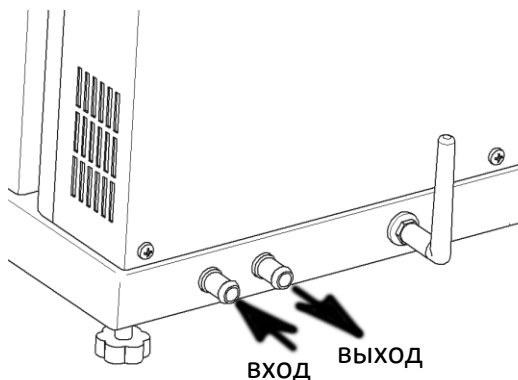

Рисунок 9 - Подключение хладагента
- 4.4.4.2 Подключить к аппарату хладагент (параметры хладагента указаны в таблице 2 на странице 2) (рисунок 9).